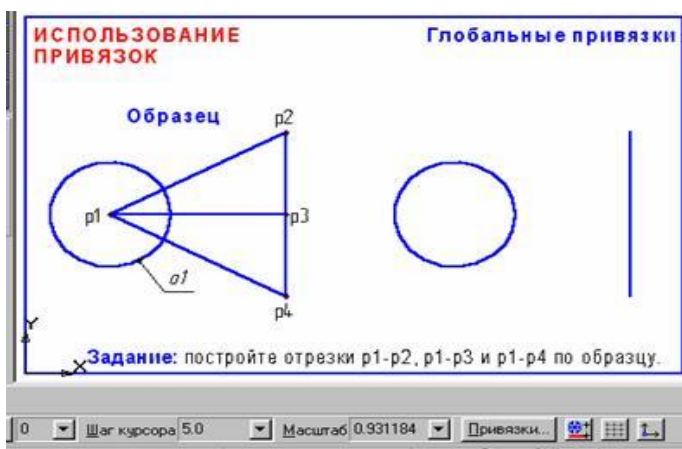

Рис. 1.12. Использование привязок
Задание: постройте три отрезка $p1 - p2$, $p1 - p3$ и $p1 - p4$ по образцу. Начальные точки отрезков лежат в центре окружности 01, а конечные в начале, в середине и в конце отрезка $p2 - p4$ соответственно, рис. 1.12.
2. Постройте окружность o_1 и отрезок $p_2 - p_4$, как показано на рис. 1.12.